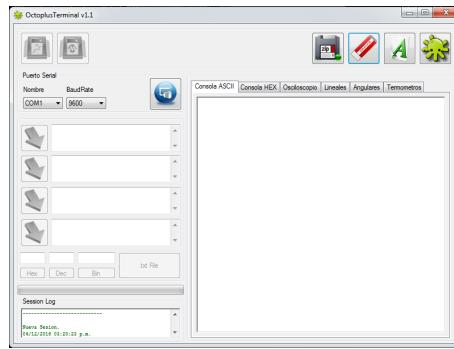

Figura 36: Panel principal de *Octoplus*
- **Paso 3:** A continuación se presenta una pantalla similar a la Figura 36
- **Paso 6:** Al realizar la depuración, el usuario debe seleccionar el botón *Abrir/Cerrar puerto COM*, el cual se encuentra sobre la derecha del menú desplegable *BaudRate*, como lo ilustra la Figura 36.